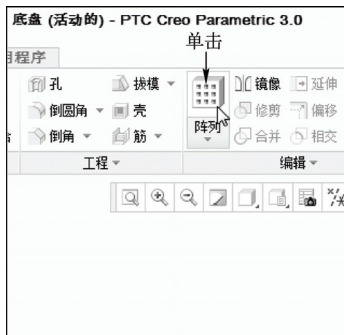

图 7-55 单击“阵列”按钮
STEP 02 在模型树中选择“拉伸 3”选项, 在功能区选项板的“模型”选项卡中, 单击“编辑”面板中“阵列”按钮, 如图 7-55 所示。